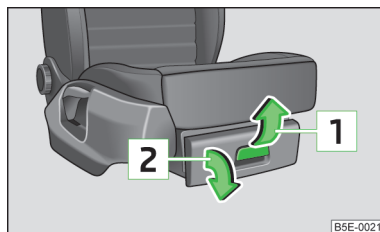

Fig. 73
➤ Tirare la maniglia nella direzione indicata dalla freccia 1 » fig. 73.
- Afferrare lo scomparto dalla maniglia e chiuderlo nella direzione opposta a quella indicata dalla freccia [2] » fig. 73.